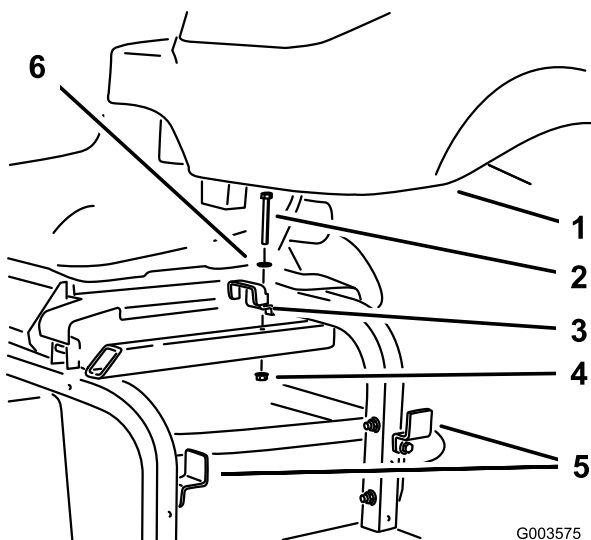

**Рисунок 7**
7. Выверните 2 винта крепления центрального кожуха к раме (Рисунок 7). Снимите и сохраните кожух.